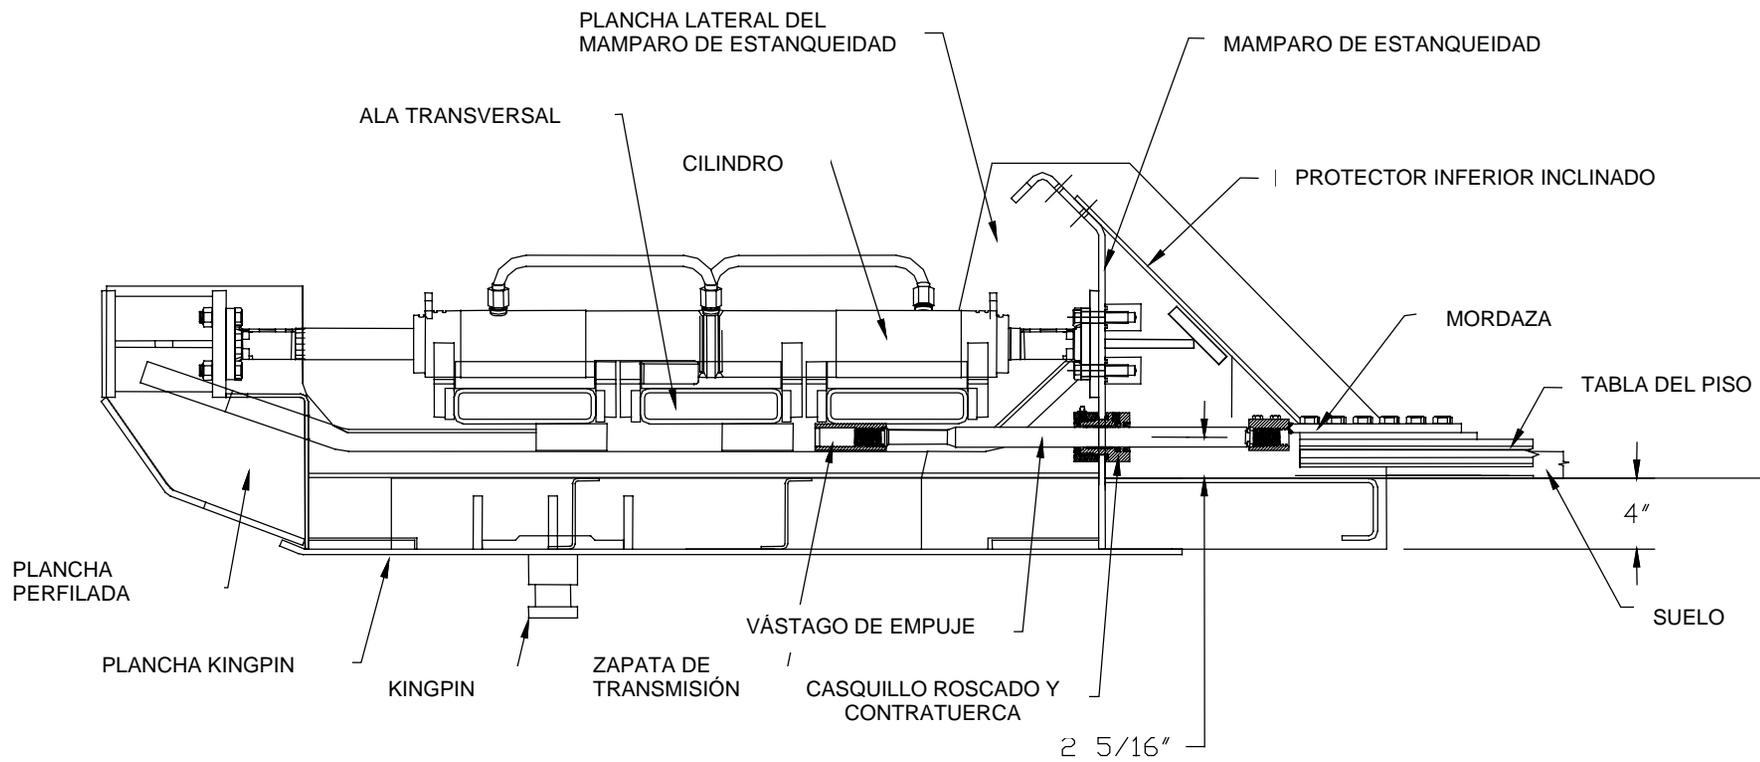

Figura 2
3.1.2 Equipo hidráulico LP con montaje Kingpin (Ver Figura 2)